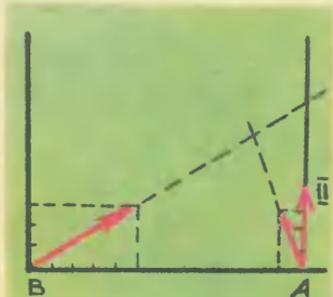

Рис. 1.
1. Торпедный катер, находящийся в точке А (рис. 1), выпускает две торпеды по кораблю, проходящему в момент пуска через точку В. Скорости движущийся торпед и корабля относительно воды постоянны (направления и величины скоростей заданы на рисунке 1). С помощью циркуля и линейки определите, попадут ли торпеды в корабль.